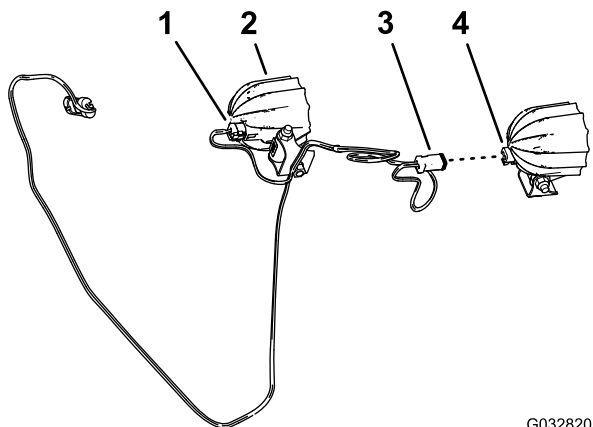

图7
1. 将 LED 灯的 2 个插脚接入 LED 灯线束的 2 槽接头（图7）。
2. 对线束上的另一个 LED 灯和另一个 2 插槽接头重复步骤 1（图7）。